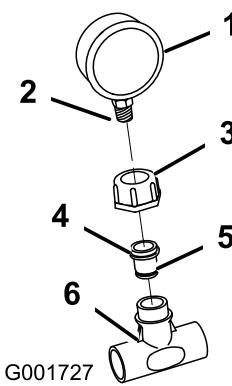

Bild 12
ein. Schrauben Sie das Reduzierstück mit einem Sechskantschlüssel in das Druckmanometer (Bild 12).
11. Befestigen Sie das Druckmanometer am T-Anschluss aus Kunststoff (Bild 12).